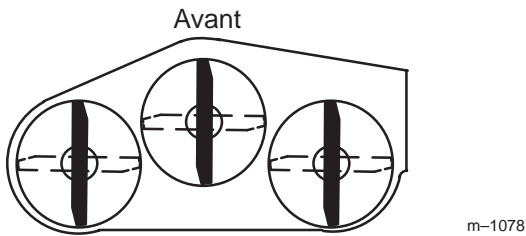
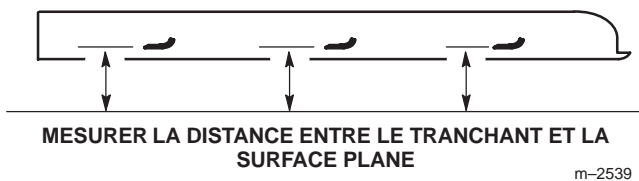

Figure 31
Figure 32
1. Tournez les lames pour qu'elles soient toutes dirigées dans le sens longitudinal (Fig. 31). Mesurez la distance entre la surface plane et le tranchant des lames (Fig. 32) et notez cette valeur.